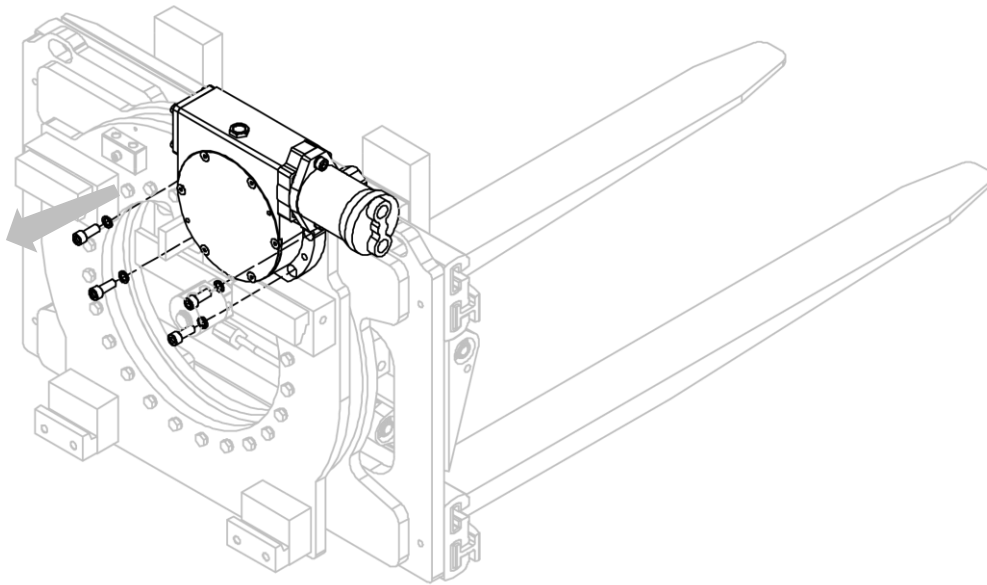

Figura 33
3. Retire el par motoreductor de la estructura del implemento, después de quitar los tornillos correspondientes (mira *Figura 33*).